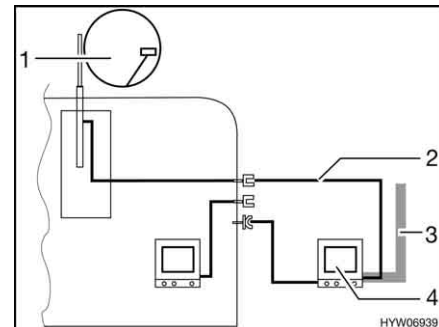

Fig. 175 TV nella tenda veranda
- TV nella tenda veranda (Fig. 175,4): Collegamento all'antenna del tetto (Fig. 175,1) con cavo di collegamento (Fig. 175,2)
- TV nella tenda veranda (Fig. 175,4): Collegamento a antenna esterna (Fig. 175,3)